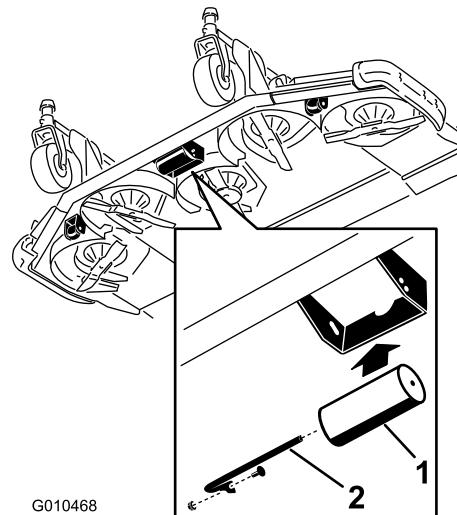

Figura 31
- Retire el eje de los taladros inferiores del soporte, alinee el rodillo con los taladros superiores e instale el eje (Figura 31).